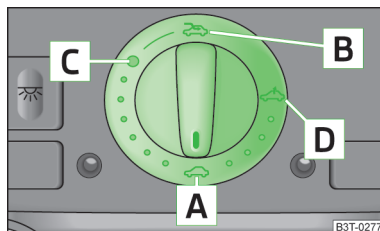

Fig. 46
- Si se desembornó y se volvió a embornar la batería del vehículo, puede ocurrir que el techo corredizo/elevable esté fuera de servicio. En dicho caso, debe ponerse el conmutador giratorio en la posición de conmutación **A** » fig. 46 de la página 68 y presionarlo hacia delante durante unos 10 segundos.
- Gire el conmutador a la posición **C** » fig. 46.
El techo corredizo/elevable está equipado con una limitación de fuerza. Si un obstáculo (p. ej., hielo) impide el cierre, el techo corredizo/elevable se parará y se abrirá completamente. Se puede cerrar por completo el techo corredizo/elevable sin limitación de fuerza pulsando el interruptor en la posición **A** » fig. 46 delantera hasta que el techo corredizo/elevable esté completamente cerrado. ►